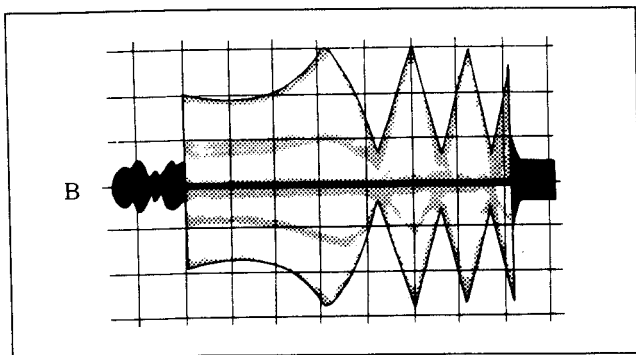

図4-13.
- ・ 出口自由波形が範囲外で、図4-13に示すような状態のときは、あおり調整ねじを反時計方向に回し、いったんAに示す波形にしたのち、再び時計方向に回して範囲内に調整する。